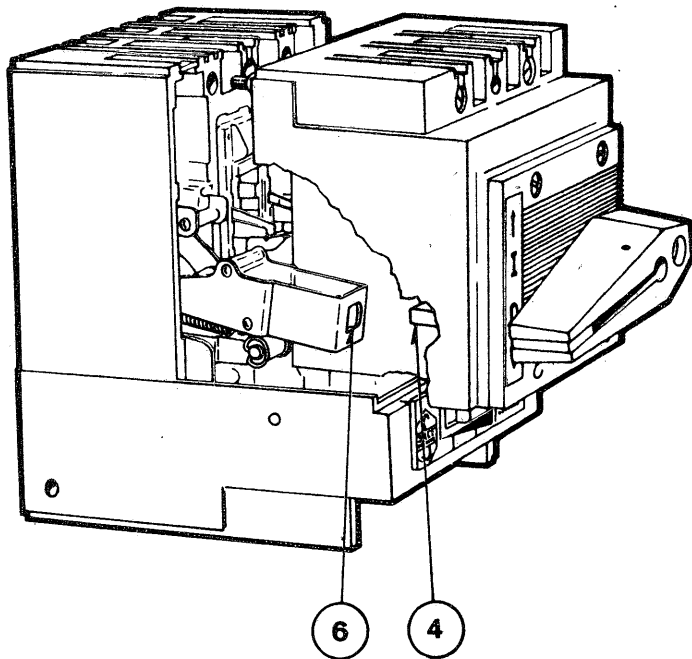
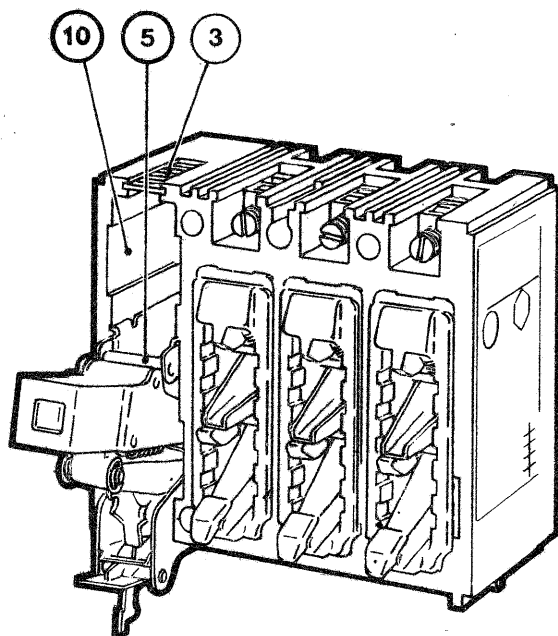

Fig. 6
Fig. 10a
- montare nuovamente il coperchio dell'interruttore (ved. par. 6.6. e fig. 6)
Montare quindi nuovamente il coperchio sull'interruttore curando che l'estremità della leva (4) vada ad inserirsi nella cava praticata nella leva (6) fig. 6
- avvitare senza bloccare le viti (5) inserendole attraverso l'apposita feritoia (3)
- chiudere l'interruttore curando che la leva (7) non sia obbligata in posizione di "sganciato" da dispositivi di blocco (vedi paragrafi 7.7. e 8.2.)
- spingere lo sganciatore di apertura diseccitato contro la leva (7) del comando fino a determinare la quota $X = 0,5 \text{ mm}$ tra l'ancora di sgancio (6) e la leva (7), ad interruttore chiuso, e avvitare a fondo le viti (5)
- rimontare il coperchio dell'interruttore controllando la corretta posizione delle camere d'arco (ved. par. 6.6. e fig. 6)
- spingere lo sganciatore di minima in posizione di diseccitato mantenendo l'ancora mobile (6) contro la leva (7) del comando fino a determinare l'apertura dell'interruttore, quindi bloccare a fondo le viti (5)
- rimontare il coperchio dell'interruttore controllando la corretta posizione delle camere d'arco (ved. par. 6.6. fig. 6)
- collegare secondo lo schema elettrico di pag. 39 il circuito di segnalazione ai morsetti (2) del gruppo contatti (lo schema del contatto è stampato in fianco al pulsante)
- accorciare la rete isolante (3) per permettere l'uscita dei cavetti dei contatti
- introdurre nell'apposita sede (10) fig. 10a sulla scatola il gruppo dei contatti (1), spingendo la levetta (4) verso il contatto per permetterle di oltrepassare il perno (5)
- incollare sul coperchio dell'interruttore l'arresto in gomma (6)
- rimontare il coperchio sull'interruttore (par.6.6. fig. 6)
- se il funzionamento non è regolare piegare a seconda della necessità le levette (4) e (7) tenendo presente che la (4) è azionata dalla levetta (8) e la (7) è azionata dalla levetta (9)